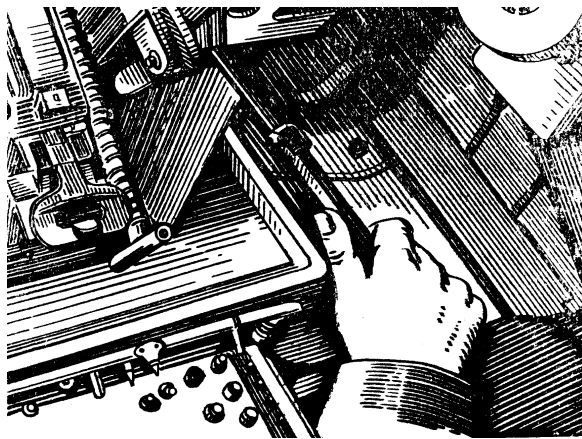

Рис. 83. Взведення затворної рами гармати 2А42 вручну
- взвести затворну раму, для чого правою рукою натиснути рукоятку перезарядження вздовж її осі до себе та вивести її зі зачеплення з казенником гармати, потім енергійно прокачати рукоятку (рис. 83) до встановлення затворної рами на шептало;